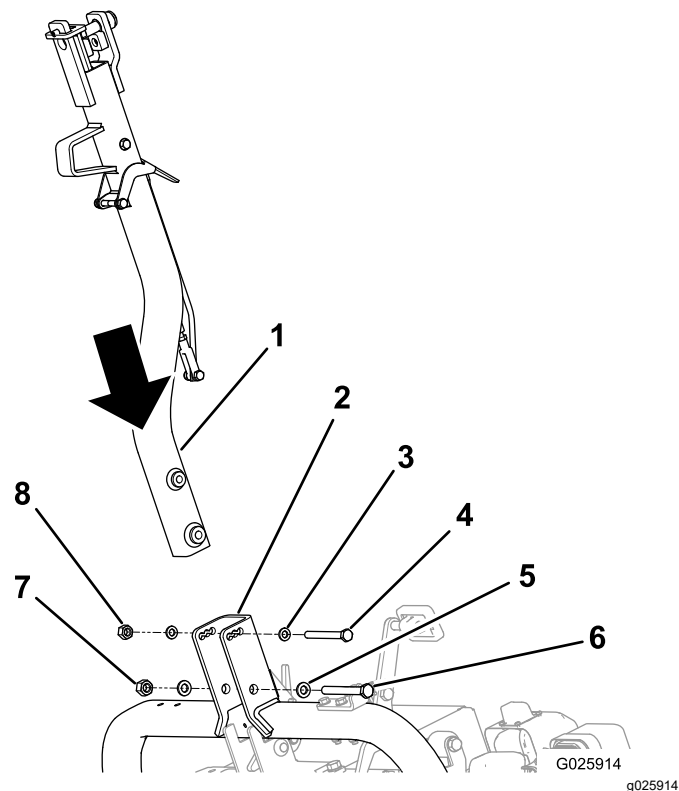

Figura 5
2. Fixai dispozitivul de remorcare pe suportul pivotant al acestuia cu elementele de montare corespunzător; consultați Figura 5.